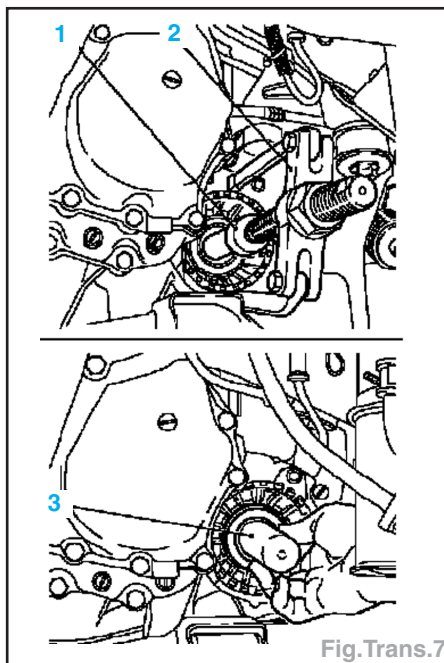

Fig.Trans.7
- Extraire la bague d'étanchéité à l'aide des outils MKM-557-1 (2) et MKM-557-2 (1) (Fig.Trans.7).
- Mettre de l'huile sur la bague neuve et l'insérer à fond dans la boîte de vitesses avec l'outil (3)